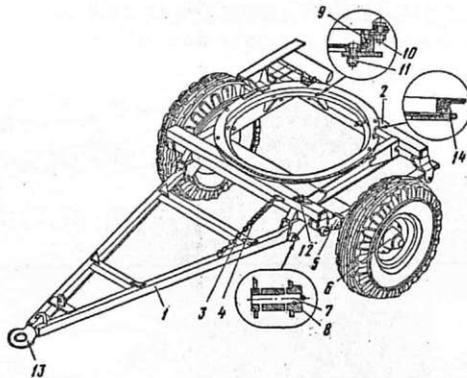

Рис.3. Тележка поворотная:
4.3. Тележка поворотная. (рис.3). Поворотная тележка состоит из рамы 2, поворотного круга 9, стопора поворотного устройства 12, дышла 1, пружины 4, оси передней с колёсами и тормозами 6, передней подвески 5.
4.3.4. Дышло прицепа сварное, имеет вид жесткой треугольной рамы, состоящей из двух основных балок, соединенных между собой поперечинами. Сцепная петля 13 (см.рис.3) крепится к дышлу с помощью сварки.